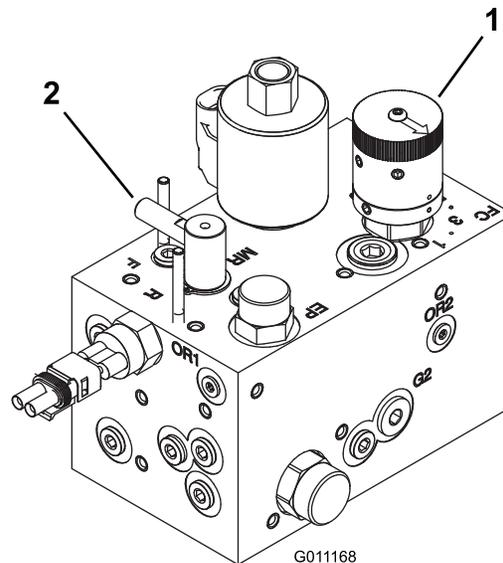

图76
- 将倒磨控制装置旋转至倒磨位置R。将滚刀速度控制装置旋转至位置 1 图76。